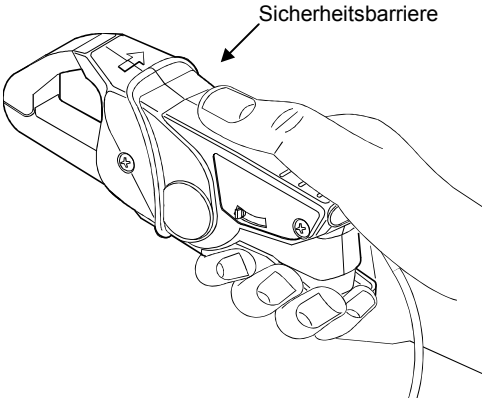

Abbildung 1. Sicheres Halten der Stromzange
- Bleiben Sie mit Ihren Fingern hinter der Sicherheitsbarriere; siehe Abbildung 1.